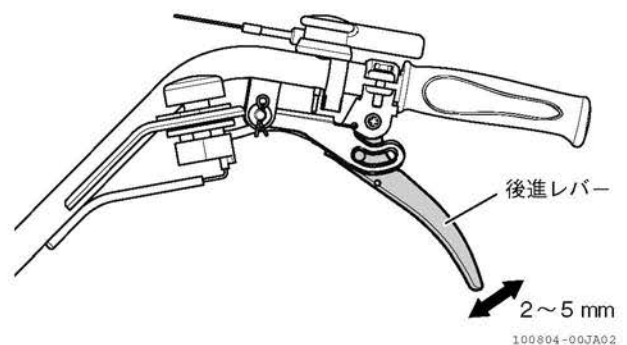

図 4-27 後進レバーの点検のしかた
3. 後進レバーを握らない状態で、後進レバー端に 2 mm ~ 5 mm 程度の遊びがあることを確認します。(図 4-27)